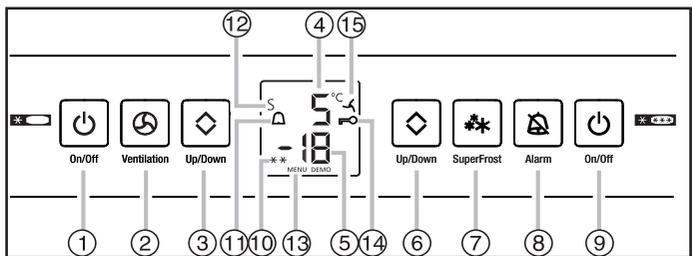

Fig. 11
- ▶ Premere il tasto ON/OFF Fig. 11 (9) del vano congelatore per almeno 3 secondi.
- ▶ Premere il tasto ON/OFF Fig. 11 (1) del vano frigorifero per almeno 3 secondi.